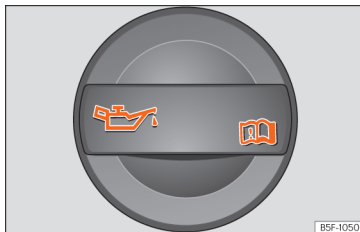

Abb. 191 Deckel der Motoröl-Einfüllöffnung im Motorraum
- Schrauben Sie den Deckel der Motoröl-Einfüllöffnung ab »» **Abb. 191.**